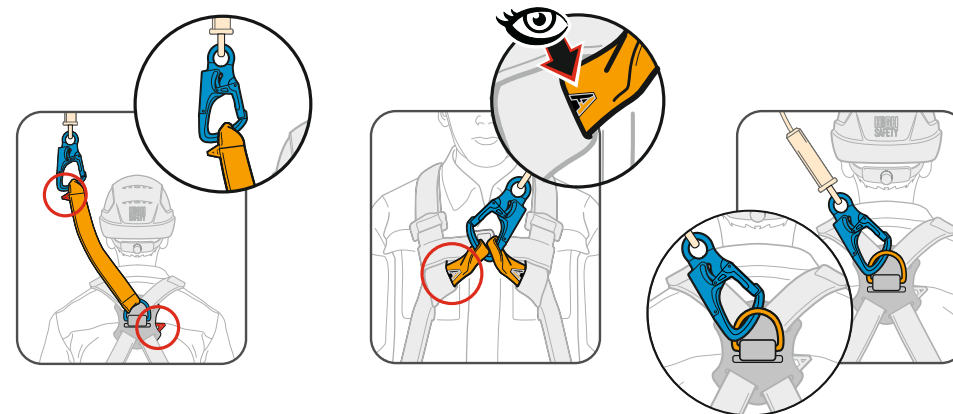

Рис. 10 Соединение СЗВТ KLĚN с точками крепления на привязи.
5. Присоединить СЗВТ карабином класса В к одной из анкерных проушин на головной части треноги. Затем соединить СЗВТ карабином класса Т с точкой крепления на привязи с маркировкой «А» (буква «А» должна быть полностью закрашена) (рис. 10) (например, D-образное кольцо на спине).
8. Присоединить СЗВТ карабином класса В к одной из анкерных проушин на головной части треноги. А затем соединить СЗВТ карабином класса Т с точкой крепления на привязи спасателя № 1 с маркировкой «А» (буква «А» должна быть полностью закрашена) (рис. 10) (например, D-образное кольцо на спине).